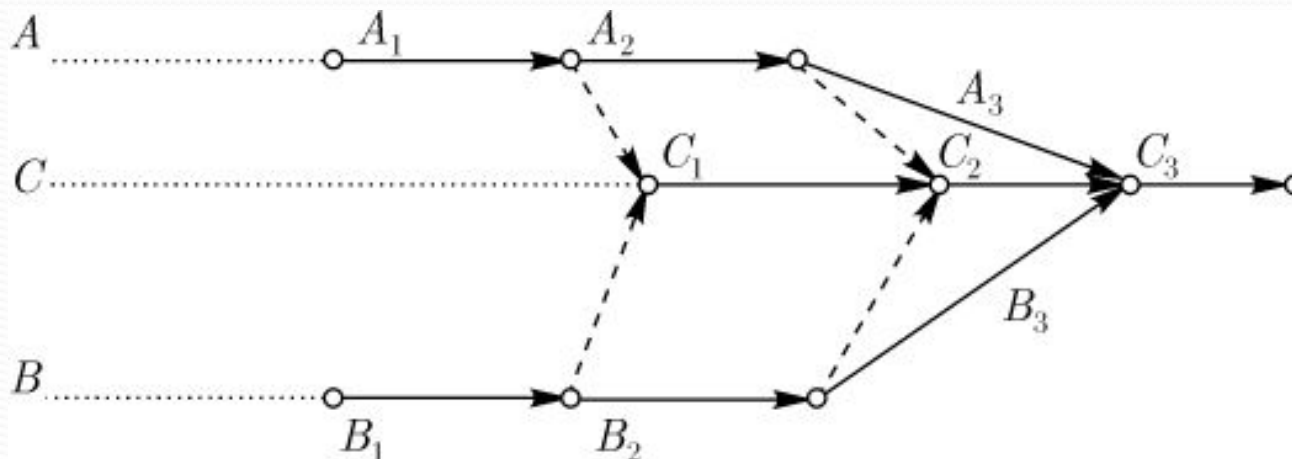

Рис. 14.4.
- Пусть, например, имеются три процесса A, B, C . При этом окончание процесса зависит от результатов процессов A и B . В этом случае возникают двусторонние зависимости, которые можно изобразить так, как показано на (рис. 14.4).